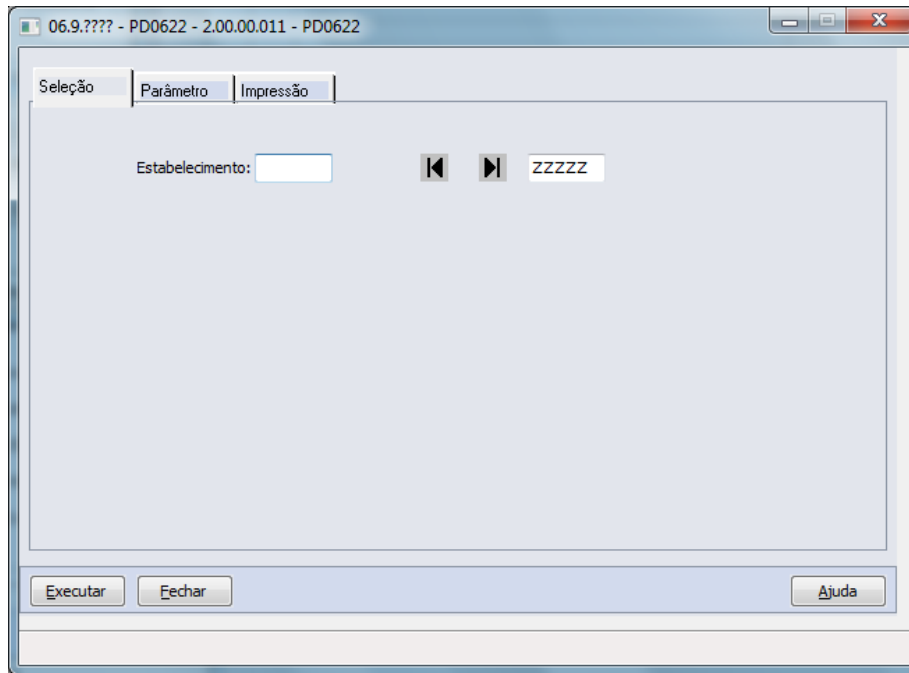

Figura 13 – Implantação de Programação de Entrega
- Recebimento de programação de entrega (exclusivo para o papel de fornecedor) – Realiza a busca da programação de entrega enviada ao fornecedor usuário do ERP Datasul, via TOTVS Colaboração. Ao passar pelo NeoGrid esta programação se transforma em programação de entrega e é disponibilizado para busc. O programa que faz a busca e implantação das programações de entrega, por estabelecimento e data de emissão da programação de entrega, conforme figura 13.